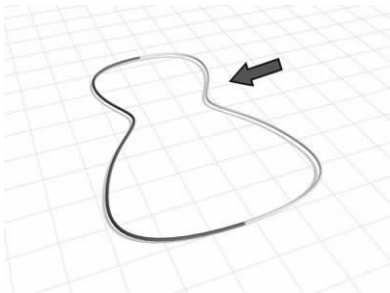

图 5-65 创建镜像曲线 ▲
-  (创建镜像曲线): 创建原始曲线的镜像从属曲线, 如图 5-65 所示。